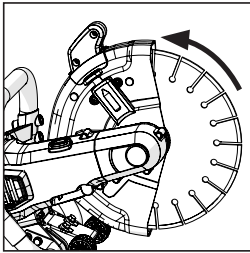

Abb. 5
- Drehen Sie den Trennscheibenschutz mit dem Drehgriff am Trennscheibenschutz in die optimale Position. (Abb. 5)